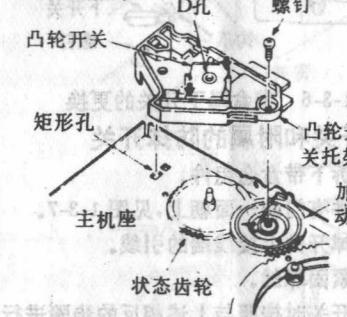

图1-3-28 张力带组件的更换
- ① 拆下供带弱刹车组件（图1-3-28）。
- ② 从张力臂上拆下张力弹簧。
- ③ 从主机座上拆下螺丝、张力臂和张力带组件。
- ④ 从张力臂上拆下张力带组件并更换之。
- ⑤ 清洗张力臂轴并加1~2滴油，当换新的张力带组件时按照与上述相反的步骤进行。
- ⑥ 当更换完成之后，检查张力杆的位置并进行调整（参照1-4-2节），检查反张力的大小（参照1-4-3节）。